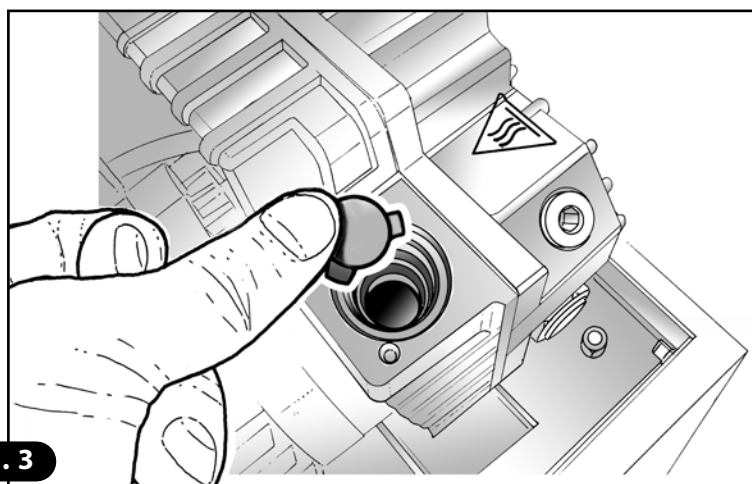

**Fig. 2**
- Dévisser les vis qui bloquent la barre de soudure au support (**Fig. 2**).
- 4) Retirer dans l'ordre l'obturateur en caoutchouc et celui en acier. Vérifier l'état de toute la section d'aspiration accessible et, si nécessaire, effectuer son nettoyage avec un chiffon imprégné d'alcool (**Fig. 2**).